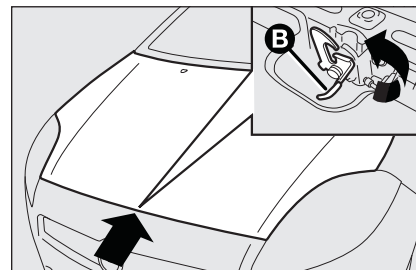

fig. 97
- ☐ tirer le petit levier **B-fig. 97** et soulever le capot.